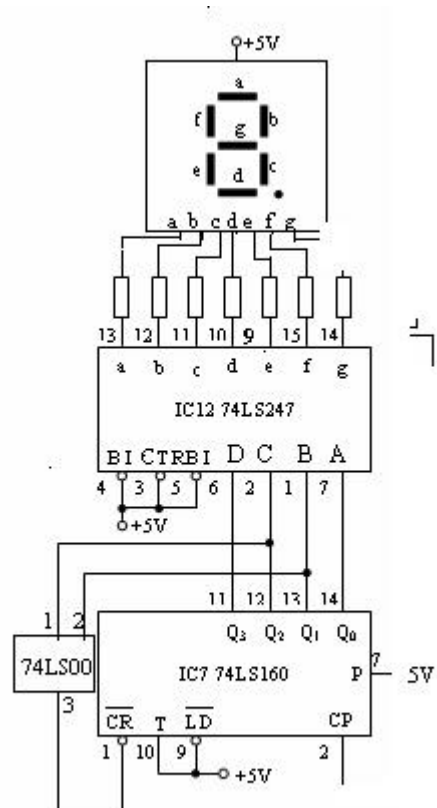

图 7-3 六进制加法计数器
3. 用 160 和 74LS00 组成 5 进制或 6 进制等各种进制加法计数器，设计并画出电路。给 2 管脚单脉冲，看数码管显示结果，并记录显示结果。六进制加法计数器参考电路如图 7-3 所示。